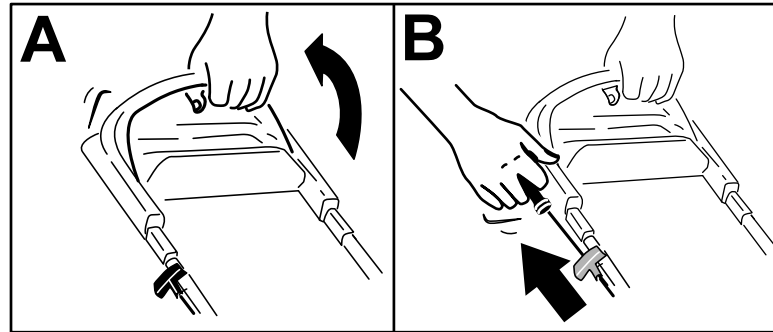

Figura 14
1. Tire de la barra de control de la cuchilla hacia el manillar, y sujétela en esa posición (Figura 14, A).
2. Tire suavemente del arrancador de retroceso (Figura 14, B) hasta que note resistencia, luego tire con fuerza y deje que vuelva lentamente a la guía de cuerda del manillar.